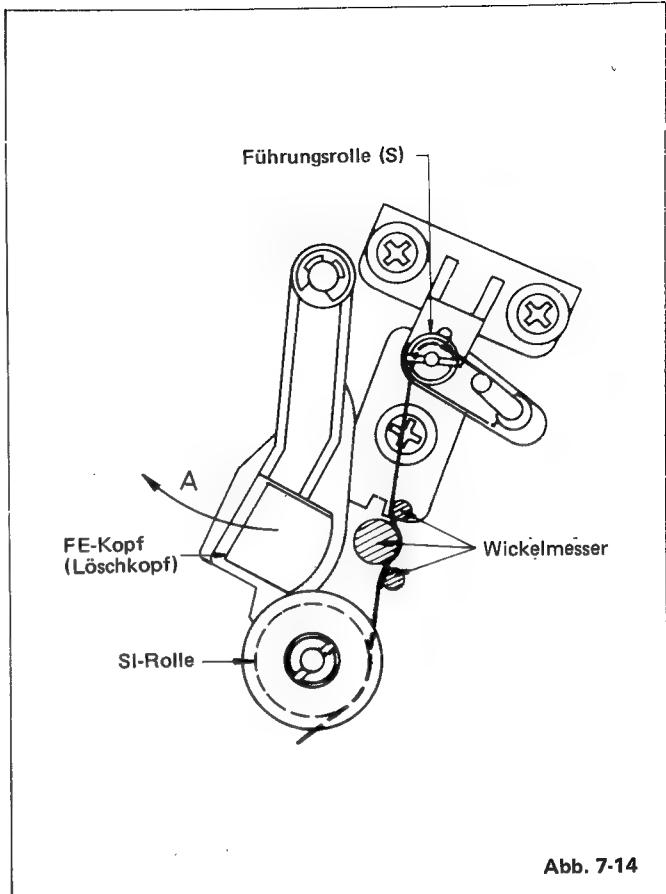

Abb. 7-14
- 4) Den FE-Kopf (Löschkopf) wie in Abb. 7-14 gezeigt in Pfeilrichtung A ziehen und einen Wickelmesser wie in Abb. 7-14 und 7-15 gezeigt einsetzen; überprüfen, ob der Bandzug 23 bis 28g beträgt.